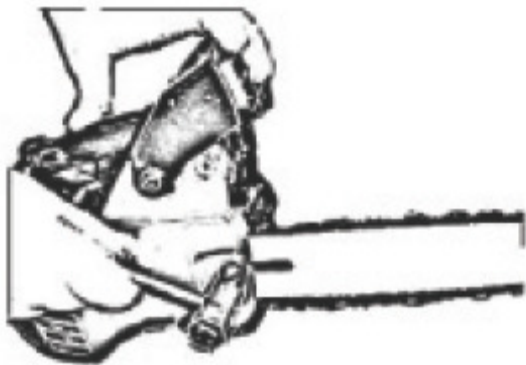

Рис. 6.
2. Удерживая переднюю часть шины вверх, надежно затяните гайку используя кольцевой гаечный ключ, который входит в комплектацию. (Рис. 6)